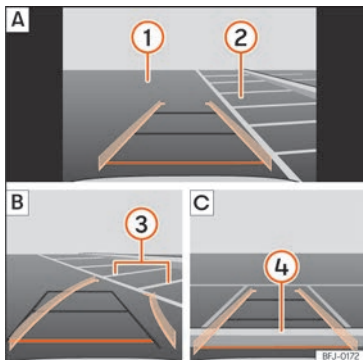

Abb. 300 Anzeige auf dem Bildschirm des Infotainment-Systems: einparken mit dem Rückfahrassistenten.
Legende zu **Abb. 300**:
- Bringen Sie das Fahrzeug vor die Parklücke **>>> Abb. 300 (2) [A]**.